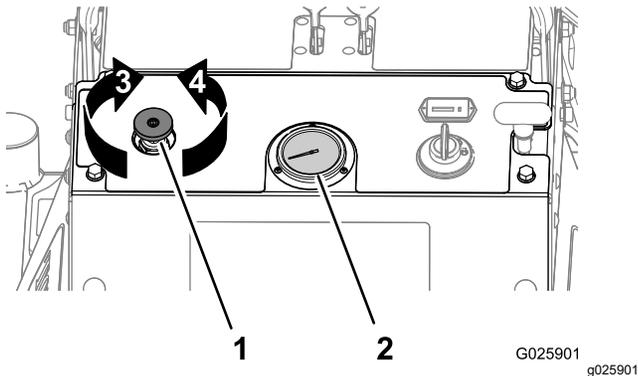

Figura 17
Nota: Primer uso: ajuste el control de la presión de los taladros de modo que el indicador de presión de los taladros (Figura 17) muestre 24 bar (350 psi).
- Gire el control de la presión de los taladros en sentido **antihorario** (Figura 17) para reducir la presión descendente y retirar un terrón **más corto**.
- Gire el control de la presión de los taladros en sentido **horario** (Figura 17) para aumentar la presión descendente y retirar un terrón **más largo**.